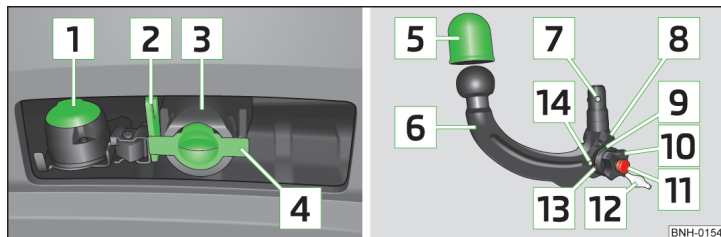

Fig. 100 Soporte del dispositivo de remolque / barra de cabeza esférica
Soporte del dispositivo de remolque y barra de cabeza esférica » fig. 100
- Extraer la caperuza protectora de la cavidad de alojamiento [4] » fig. 100 de la página 115 hacia abajo.
» Colocar la caperuza protectora para la cavidad de alojamiento **4** » fig. 100 de la página 115.